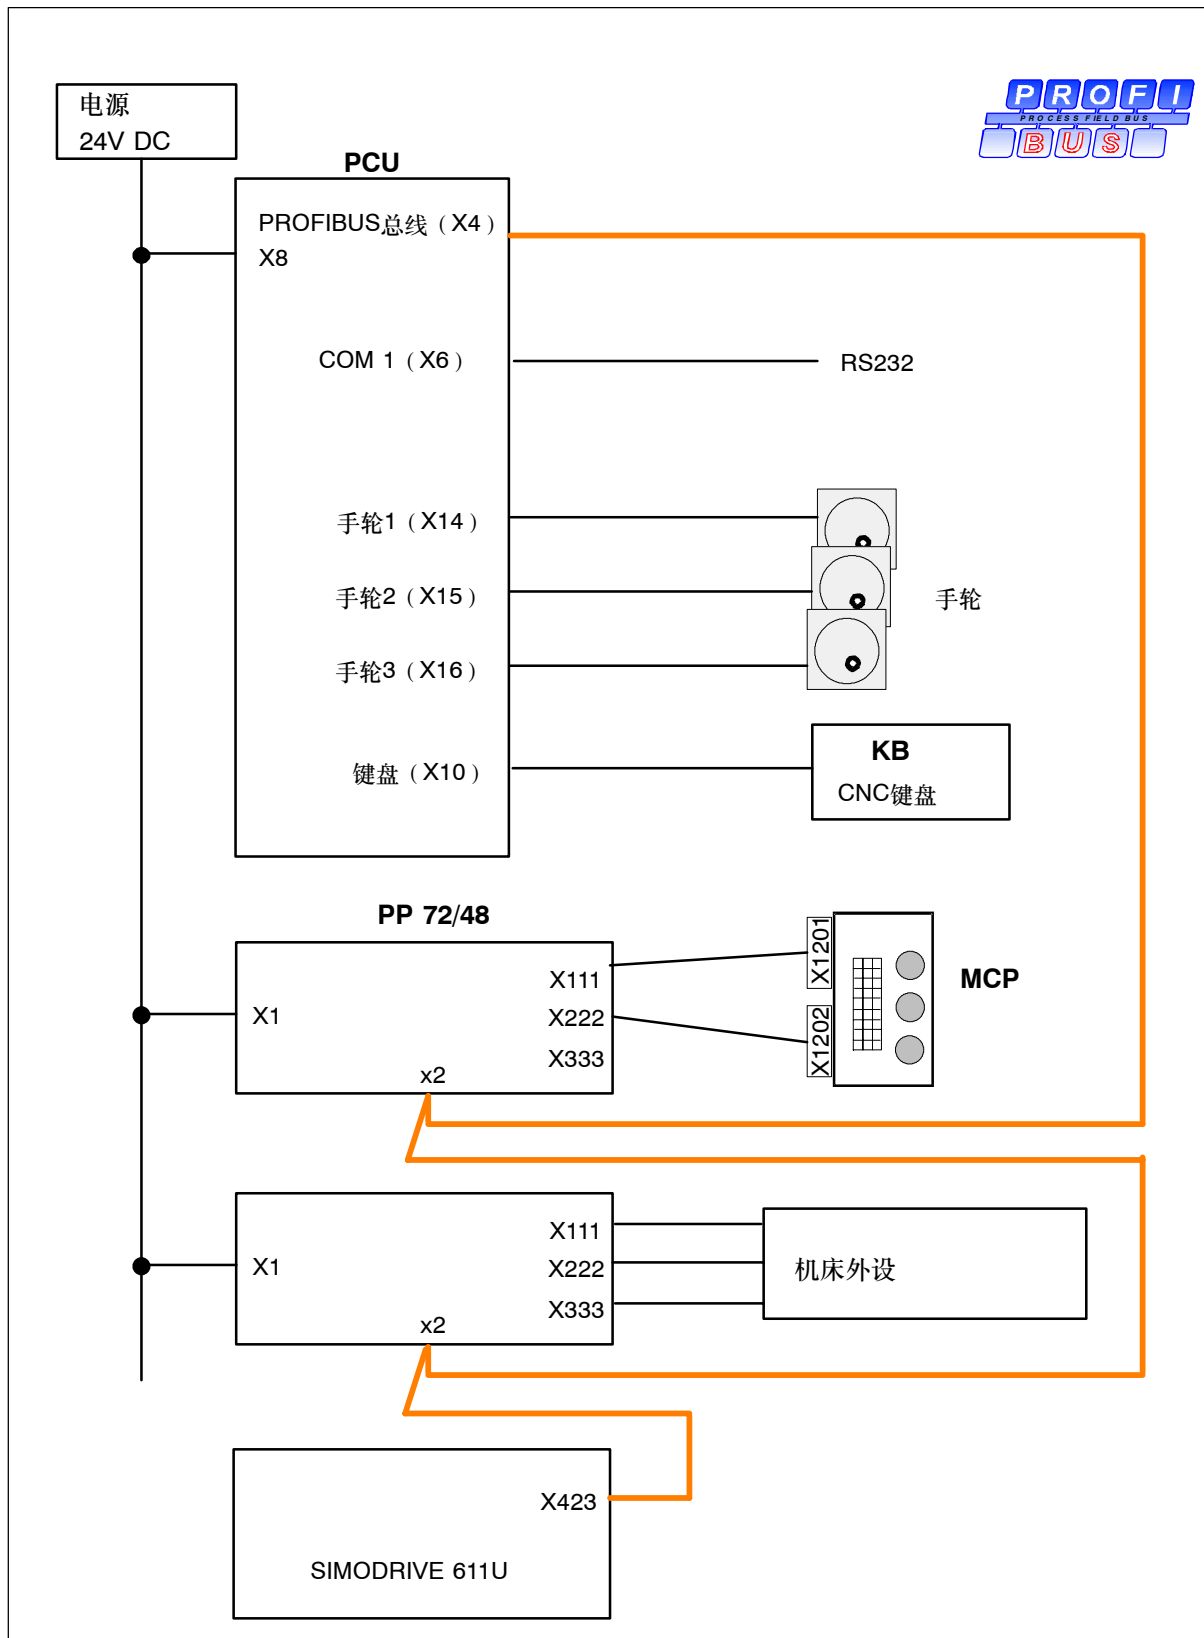

图 2-13 SINUMERIK 802D接线图
组件的连接按照图2-13中的接线图进行。电缆名称及插头类型请在目录SINUMERIK 802D中获取。
1. 根据图2-13将导线与组件连接。
机床控制面板利用扁平电缆与PP 72/48 (X111、X222) 连接 (参见图2-13)。